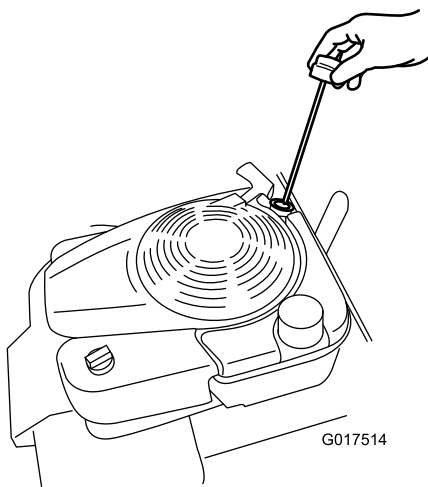

Рисунок 14
2. Извлеките масломерный щуп (Рисунок 14).